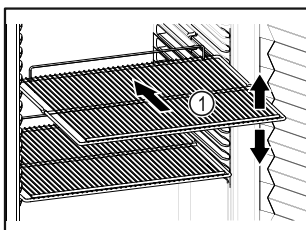

Fig. 86 Ilustrační zobrazení
- Pokud jsou odstavné rošty Fig. 86 (1) přemístitelné, přizpůsobte je vždy na danou výšku.